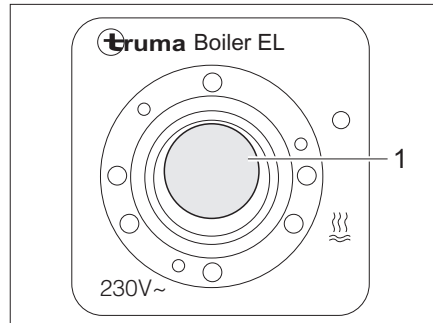

Bild 119 Kippschalter für Truma Boiler (230-V-Elektrobetrieb)
- Den Kippschalter (Bild 119,1) einschalten. Die Kontroll-Leuchte im Schalter leuchtet. Das Wasser im Boiler wird auf 65 °C aufgeheizt.
- Den Kippschalter (Bild 119,1) auf "0" stellen. Die Kontroll-Leuchte im Schalter erlischt.
- An der Bedieneinheit (Bild 118) den Drehschalter (Bild 118,3) auf "O" (Bild 118,4) stellen bzw. den Kippschalter (Bild 119,1) auf "O" stellen.